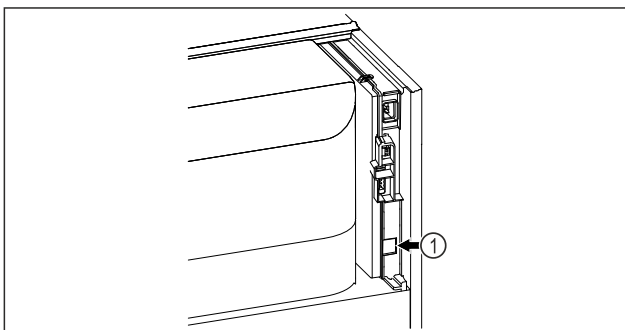

Fig. 147
- SmartModule Fig. 147 (1) установлен.